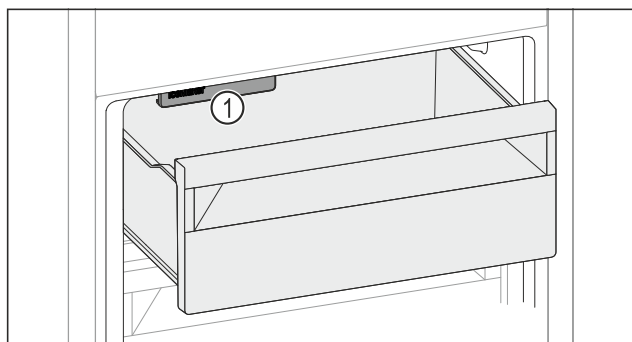

Fig. 142
- ▶ Dávejte pozor na IceMaker Fig. 142 (1).